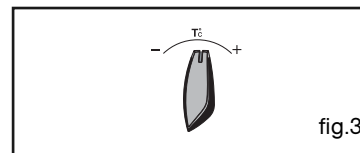

fig.3
**• Diepe schotel met rooster (speciaal voor het braden) (fig.3)**
Pas de instelling van de tijd aan met de toetsen + en 1 (fig. 3).
U kunt de temperatuur echter aanpassen door de keuzeknop van de temperatuur naar + of - te draaien (fig.3)
Bijvoorbeeld: bakduur 30 min. (fig.3).
- 0.00 knippert. (fig.3).
Bijvoorbeeld: positie “” -> rek 1 of 2 aanbevolen (fig.3).